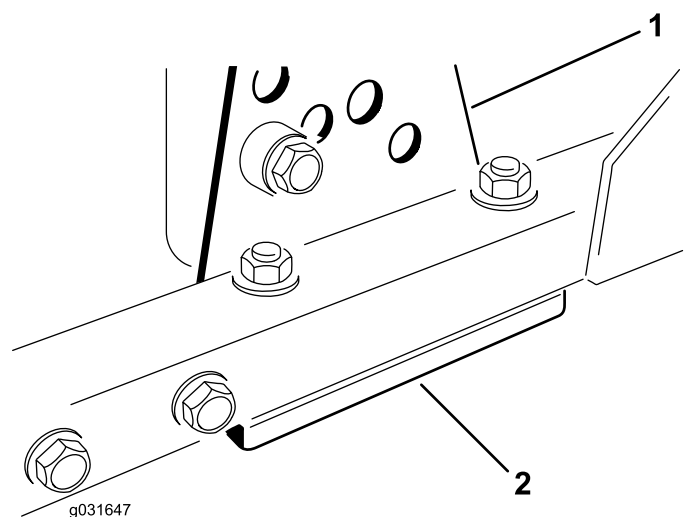

Figura 69
1. Retire o suporte da altura de corte (frente, esquerda ou direita) da estrutura da plataforma (Figura 69).
2. Ajuste os calços de 1,5 mm e/ou de 0,7 mm entre a estrutura da plataforma e o suporte para obter a altura de corte pretendida (Figura 69).
3. Instale o suporte da altura de corte na estrutura da plataforma; instale os calços restantes debaixo do suporte da altura de corte (Figura 69).